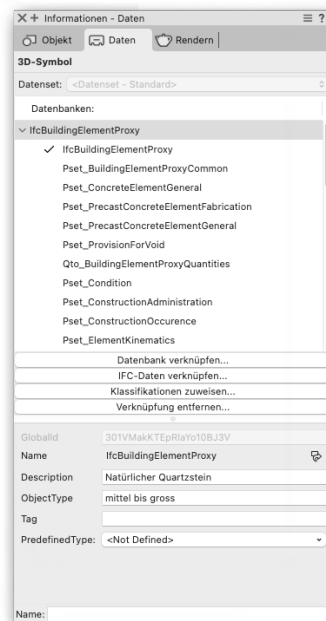

Abb. 20E: IFCBuildingProxyElement PSet-Felder vor dem Speichern ausgefüllt
5. Klicken Sie auf **OK**, um die IFC-Daten dem Objekt zuzuweisen. Im Datenbereich der Infopalette (oder im Eigenschaften-Dialogfenster) werden nun der IFC-Entity-Typ des ausgewählten Objekts und die zugehörigen Eigenschaftensätze angezeigt (ABB. 20E).